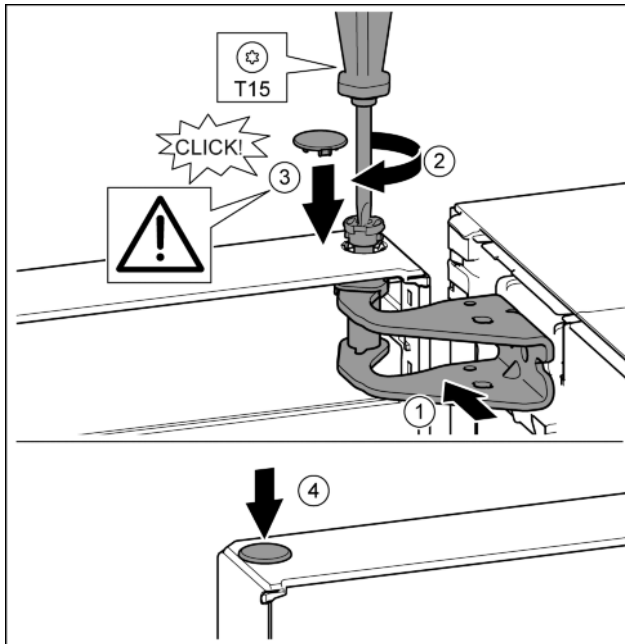

Fig. 22
- ▶ Дверь сверху выровнять по отверстию в опорном кронштейне. Fig. 22 (1)
- ▶ Вставить палец и затянуть отверткой T15. Fig. 22 (2)
- ▶ Установить предохранительную крышку для защиты двери: вставить предохранительную крышку и проверить, прилегает ли она к двери. В ином случае вставить палец полностью. Fig. 22 (3)
- ▶ Вставить заглушку. Fig. 22 (4)